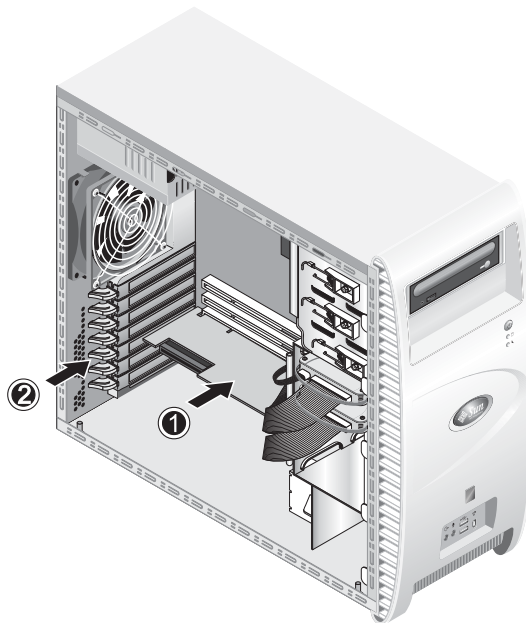

BILD 4-16 Installera PCI-kortet
8. **Installera PCI-kortet på den valda kortplatsen och tryck in det tills det sitter ordentligt (se (1) i BILD 4-16).**
9. **Vrid tillbaka läsklämman in i chassit tills den snäpper på plats (se (2) i BILD 4-16).**